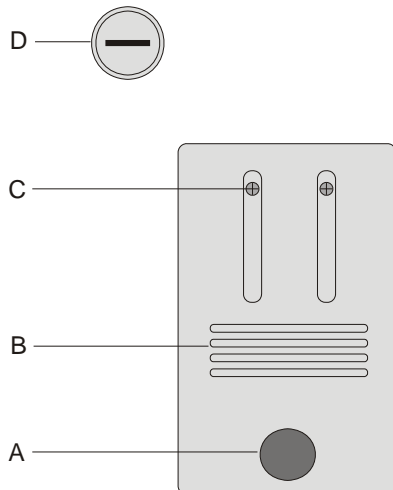

Fig. 1 Couvercle du compartiment de la lampe : A Vis moletée, B Fentes d'aération, C Vis de fixation de la douille de lampe
- Desserrez les vis C du compartiment de la lampe et déplacez-les vers l'extérieur de manière à ce qu'elles se trouvent dans la position indiquée par la figure 1.